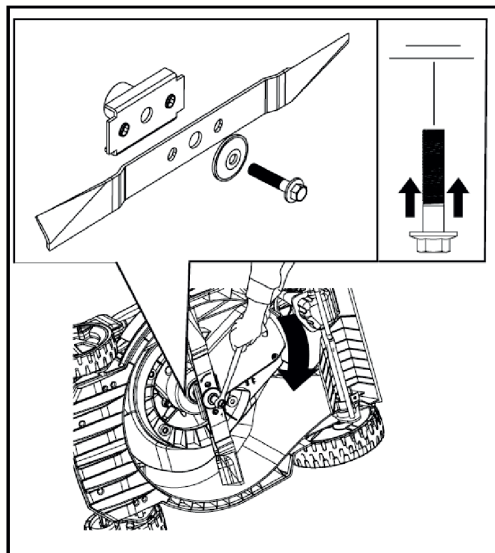

Рис. 18
3. Удерживая нож, открутите болт крепления ножа (Рис. 18)